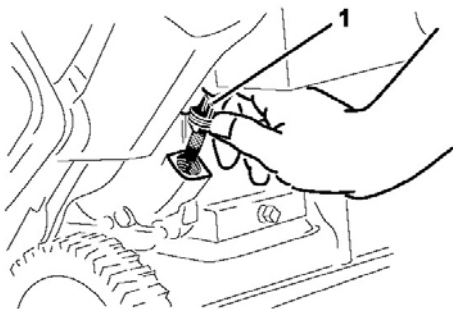

Рисунок 26
6. Протрите поверхность вокруг масляного бака. (Рис. 26)
7. Открутите крышку масляного бака и снимите ее (Рис. 26).